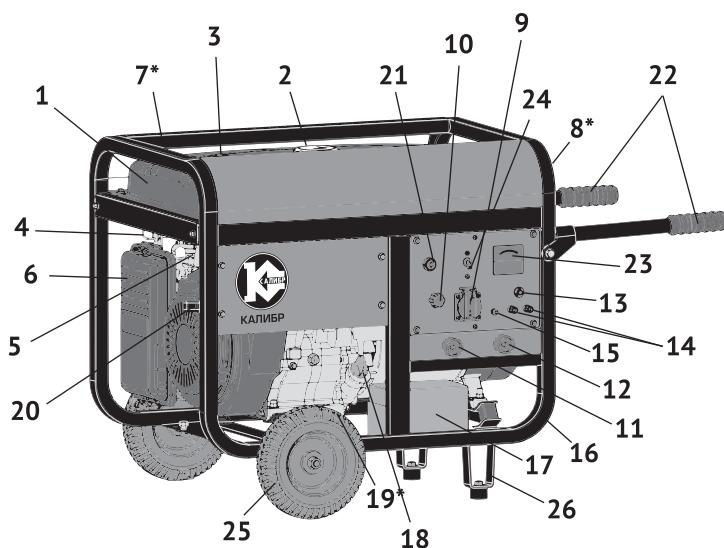

рис.1
Коленчатый вал, приводимый во вращение возвратно-поступательными движениями поршня двигателя, передаёт крутящий момент на вал якоря генератора. Передача осуществляется через коническое сопряжение ротора генератора и вала двигателя. При этом образуется самоцентрирующаяся трёхпорная схема соединения. С обмоток статора генератора напряжение подводится: через систему стабилизации на розетку переменного тока: 220В (рис.1 поз.9) и через выпрямительный блок на клеммы постоянного тока (рис.1 поз.14).
2.4 Общий вид бензогенератора представлен на рис.1
3.2 Бензогенератор оснащён одноцилиндровым четырёхтактным двигателем внутреннего сгорания с верхним расположением клапанов и нижним расположением коленчатого вала. Верхнее расположение клапанов снижает теплоизлучение двигателя. При этом достигается более высокая выходная мощность в меньшем рабочем объёме при эффективном сгорании топлива. Двигатель имеет карбюраторную систему питания. Смазка осуществляется разбрызгиванием масла в картере. Пуск двигателя осуществляется или ручным трошевым возвратным стартёром (рис.1 поз.20) или ключом замка зажигания (рис.1 поз.21) электрического стартёра.
3.4 Двигатель и генератор закреплены на трубчатой раме (рис.1 поз.16) через амортизаторы, что снижает вибрацию аппарата и уменьшает уровень шума при работе. Все элементы бензогенератора имеют удобный доступ для обслуживания и ремонта.
4.2.3 Обеспечение требований электробезопасности: Эксплуатация бензогенератора должна производиться в строгом соответствии с требованиями «Правил техники электробезопасности при эксплуатации электроустановок». Электрическая сеть подключения потребителей относится к системе с изолированной нейтралью, предусматривающей защитное заземление открытых токопроводящих частей корпуса. В зависимости от местных условий (состав грунта, его влажность и т.п.) изменяется качество заземления. Во всех случаях защитное заземление должно иметь сопротивление не более 4-х Ом. Во время работы бензогенератора его клемма заземления (рис.1 поз.15) должна быть подсоединенна к заземлителю. Практически это требование может быть реализовано следующими способами:
Выкрутите пробку-щуп (рис.1 поз.18) из маслозаливной горловины и залейте в картер масло необходимой марки до нижнего края горловины, как показано на рис.2. Вставьте сухой чистый щуп в горловину картера и выньте его. Проверьте уровень масла: граница смоченной области щупа должна располагаться между отметками минимального и максимального уровней.
Открутите крышку топливного бака (рис.1 поз.2). Заливайте бензин в топливный бак не более чем на 1см ниже уровня основания заливной горловины. Перед запуском двигателя тщательно протрите крышку бензобака, удалив возможные при заправке брызги топлива.